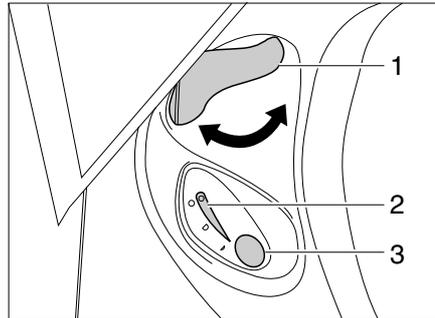

Bild 245 Bedieneinheit Thetford-Toilette
- Vor dem Spülen den Schieber der Thetford-Toilette öffnen. Dazu den Schieberhebel (Bild 245,1) entgegen dem Uhrzeigersinn drehen.
- Zum Spülen den blauen Spülknopf (Bild 245,3) drücken.
- Nach dem Spülen den Schieber schließen. Dazu den Schieberhebel (Bild 245,1) im Uhrzeigersinn drehen.
Die Kontroll-Leuchte (Bild 245,2) leuchtet, wenn die Thetford-Kassette entleert werden muss.
- Den Schieberhebel (Bild 245,1) im Uhrzeigersinn drehen. Der Schieber wird geschlossen. Zum Entleeren **muss** in der Thetford-Toilette der Schieber geschlossen sein.